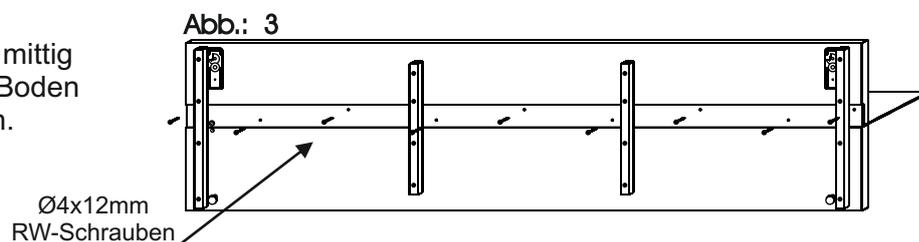

Abb.: 3
- Positionieren Sie den Regalboden mittig im Paneel. Verschrauben Sie den Boden mit den Ø4x12mm RW-Schrauben. (Abb. 3)